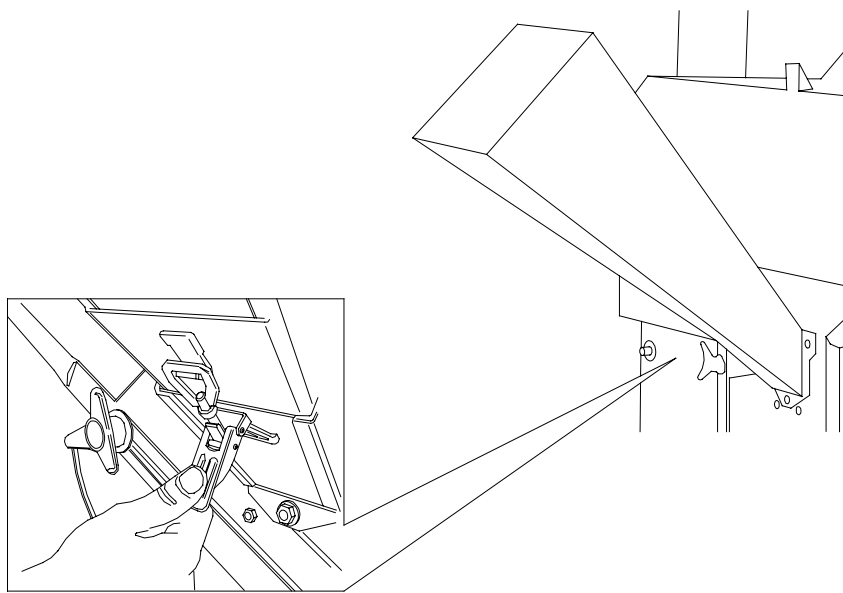
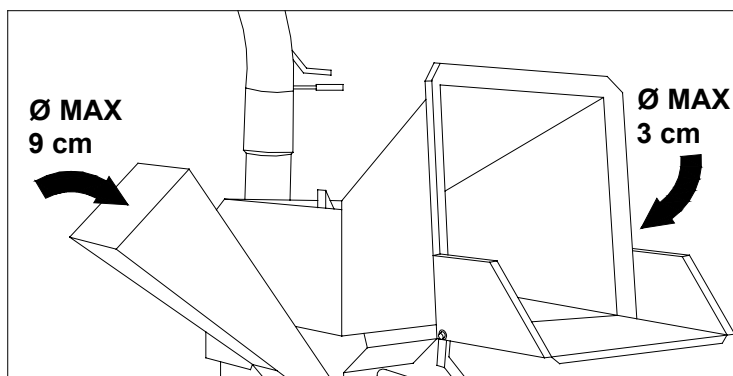

Fig. 5
Fig. 9
- Bloquear la rotación de la tolva lateral a través del gancho, como indicado en la fig. 5.
Predisponer el montaje de esta tolva (como indicado en el cap. 3) asegurándose de haber fijado bien el gancho de cierre (fig. 5). Utilizar la tolva lateral (fig. 9) para trabajar el material de grandes dimensiones (ramas de hasta 9 cm de diámetro).
- desenganchar el gancho de cierre indicado en la fig. 5.